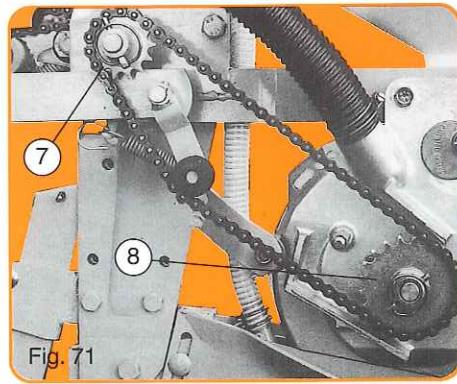

Fig. 71
- (8) Débrayage (fig. 71) : le clip placé dans trou du pignon assure l'entraînement, le clip placé dans trou hors pignon libère l'entraînement.
- (9) Disengaging (fig. 71) : when the lynch pin is placed in the hole of the sprocket the drive is engaged. When the lynch pin is placed in the hole next to the sprocket, the drive is disengaged.
- (9) Abschalten der Säelemente (Abb. 71) : Wenn Sie den Splint am Zahnrad durch die Welle stecken, wird das Säelement angetrieben. Wenn Sie den Splint neben dem Zahnrad in die Welle stecken, ist das Säelement abgeschaltet.